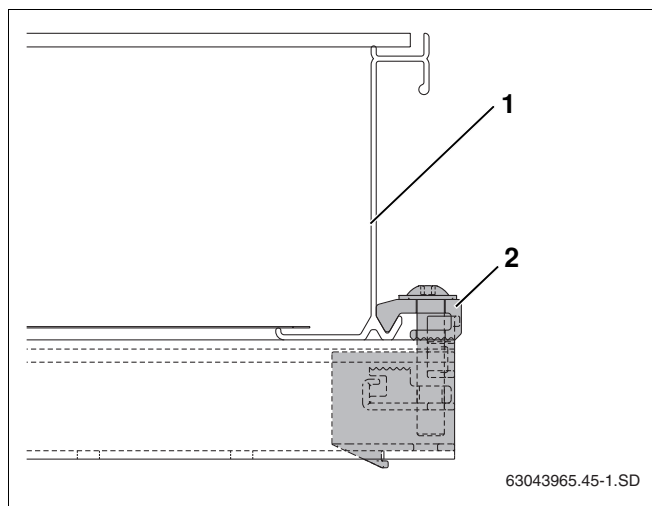

Fig. 44 Fixation unilatérale vissé
- ▶ Glisser le capteur (fig. 44, **pos. 1**) avec précaution dans la fixation latérale et le positionner horizontalement.
- ▶ Visser la fixation latérale avec la clé plate SW5 (fig. 44, **pos. 2**).
Le serre-flanc (fig. 44, **pos. 2**) de la fixation s'insère maintenant dans le bord inférieur du capteur.